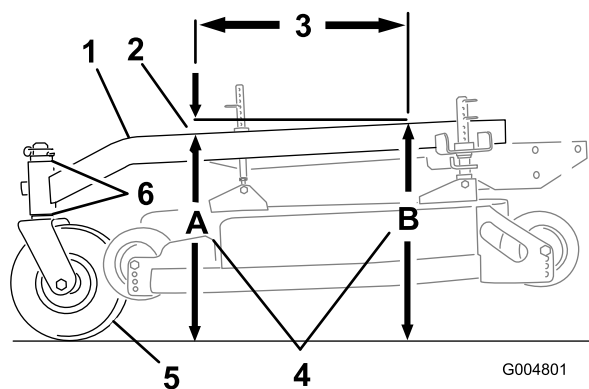

Figure 54
L'inclinaison avant/arrière du bâti porteur doit être comprise entre 3 et 9 mm sur 61 cm de sa longueur (Figure 54).
- Mesurez 61 cm sur le bâti porteur (Figure 54).
- Mesurez la hauteur du bâti porteur au point **A** (Figure 54).
- Mesurez la hauteur du bâti porteur au point **B** (Figure 54).
- La hauteur au point **A** doit être inférieure de 6 à 10 mm par rapport au point **B** (Figure 54).
- Si ce n'est pas le cas, déplacez les entretoises des roues pivotantes de manière à obtenir l'inclinaison voulue de 6 à 10 mm (Figure 54). Déplacez les entretoises en haut ou en bas pour corriger l'inclinaison.